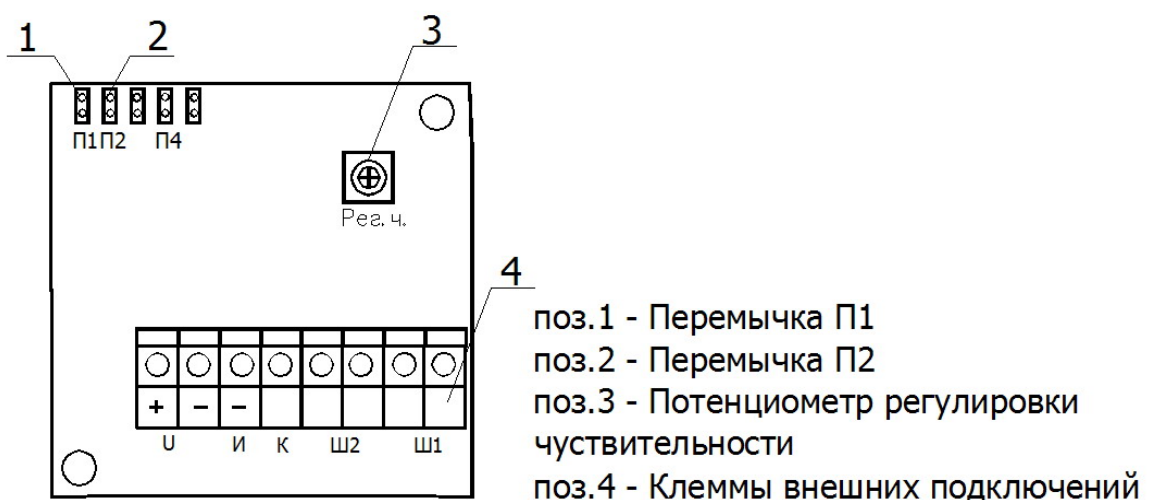

Рис.1.3 Расположение элементов коммутации и индикации на плате
1.5.2 В соответствии с рис. 1.3 на плате коммутации установлены следующие элементы коммутации и регулировки: